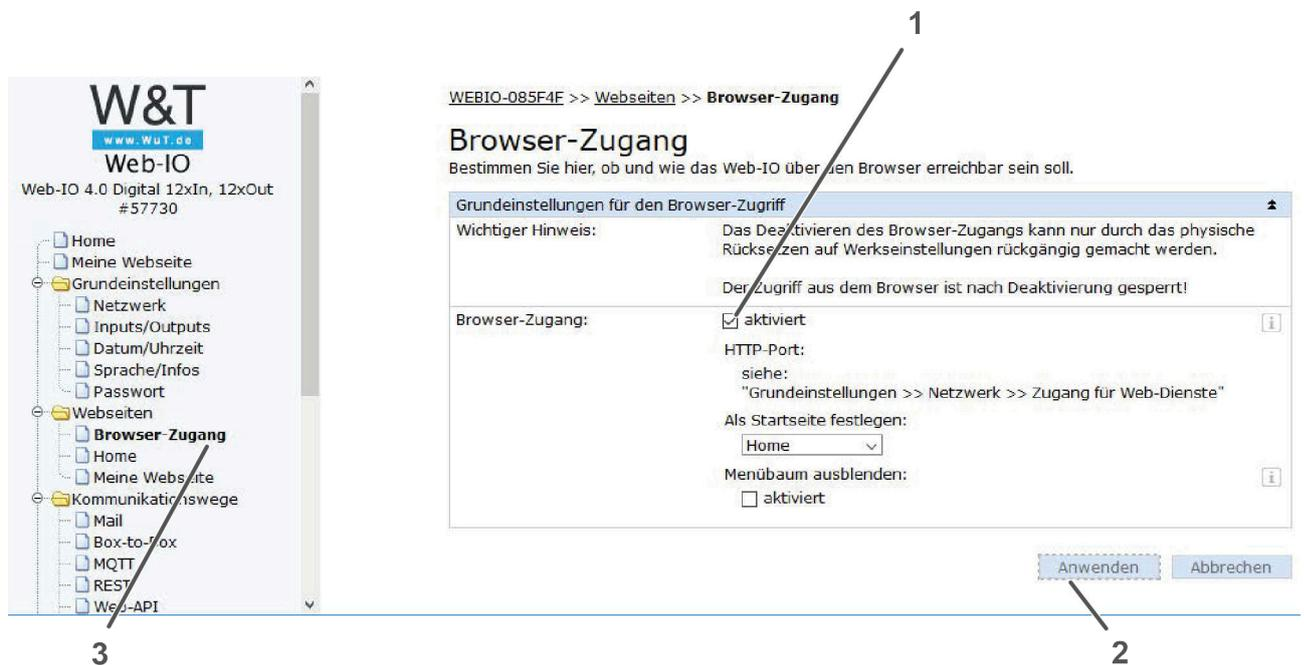

Abbildung 36: Web IO Browser-Zugang
- Browser-Zugang wählen (Abbildung 36, Seite 41, Pos. 3).
- Häkchen bei aktiviert setzen (Abbildung 36, Seite 41, Pos. 1).
- Anwenden drücken (Abbildung 36, Seite 41, Pos. 2).